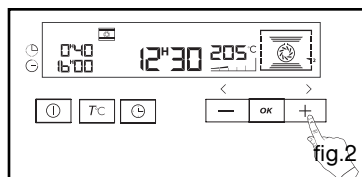

fig.2
Exemple : fin de cuisson à 16h (fig.2).
- Ajustez le temps choisi en appuyant sur les touches + ou - (fig.2).